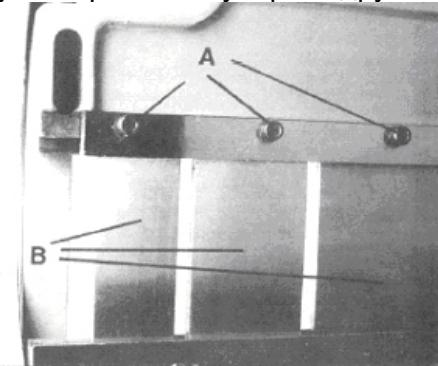

Рис. 4
3. Ослабьте удерживающие винты с шестигранной головкой под ключ (A, Рис. 4).
4. Выберите штамп(ы) (B, Рис. 4) для требуемой работы и уберите другие.